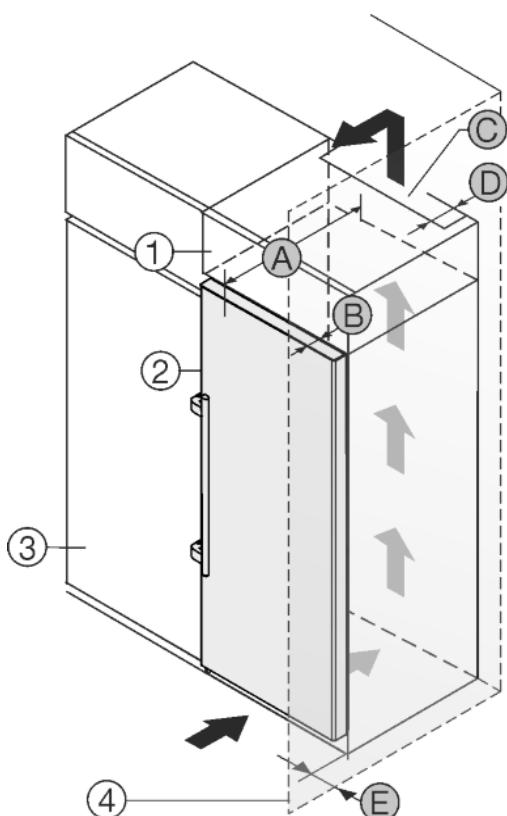

Fig. 24
Устройство может быть окружено кухонными шкафами. Чтобы уравнять устройство Fig. 24 (2) по высоте с кухонной стенкой, можно установить над устройством дополнительный шкафчик Fig. 24 (1).
Установить устройство можно непосредственно рядом с кухонным шкафом Fig. 24 (3). Чтобы можно было полностью открыть двери, устройство должно выступать на глубину Fig. 24 (B) относительно передней стенки кухонного шкафа. В зависимости от глубины кухонных шкафов и использования пристенных распорок устройство может выступать больше.
- На задней стенке дополнительного шкафчика должен быть вентиляционный канал с глубиной Fig. 24 (D) по всей ширине этого шкафа.
- Нужно соблюдать вентиляционное отверстие Fig. 24 (C) под нижней панелью.
Если устройство установлено на шарницах у стены Fig. 24 (4), то нужно соблюдать расстояние Fig. 24 (E) между устройством и стеной. Настолько выступает ручка при открытой дверце.